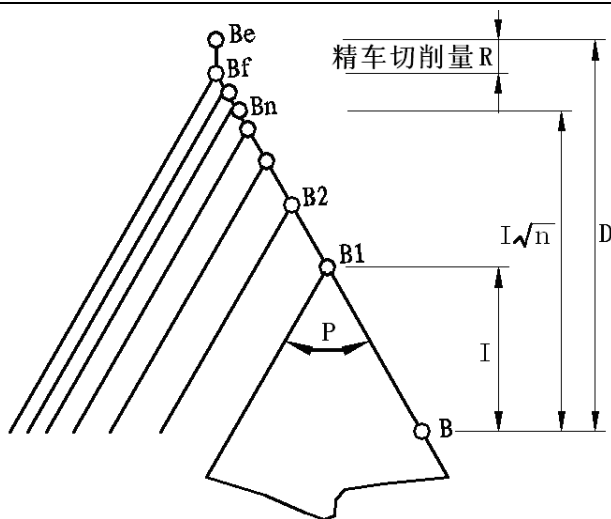

图 4-48
切入方法的详细情况见图 4-48：
- 1) 用 G76 螺纹循环切削指令组，可以通过多次螺纹粗车、螺纹精车完成规定牙高（总切深）的螺纹加工，如果指令①定义的螺纹角度不为  $0^\circ$ ，螺纹粗车的切入点由螺纹牙顶逐步移至螺纹牙底，使得相邻两牙螺纹的夹角为规定的螺纹角度。
- 4) 如果 G76 指令①定义的螺纹角度不为  $0^\circ$  时，G76 指令②与 G92 不一样的是：G76 指令②的每一次螺纹循环从起点到切入点过程中，X 轴和 Z 轴先同时移动，螺纹轴到达切入点，然后非螺纹轴单轴移动到切入点；其它切削轨迹与 G92 一样，具体见图 4-48。